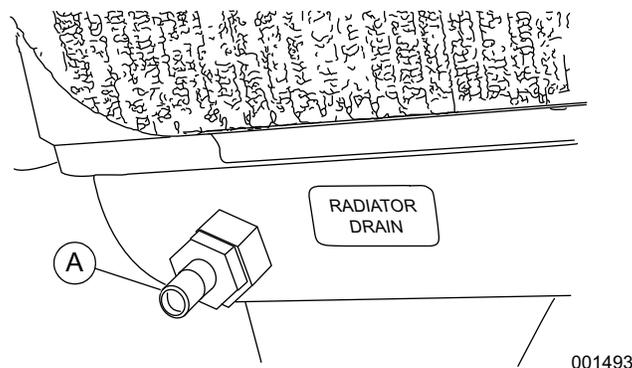

Figure 5-14. Emplacement de la vidange du radiateur
- Voir la Figure 5-14. Tournez l'écrou hexagonal pour ouvrir la vis de vidange (A).